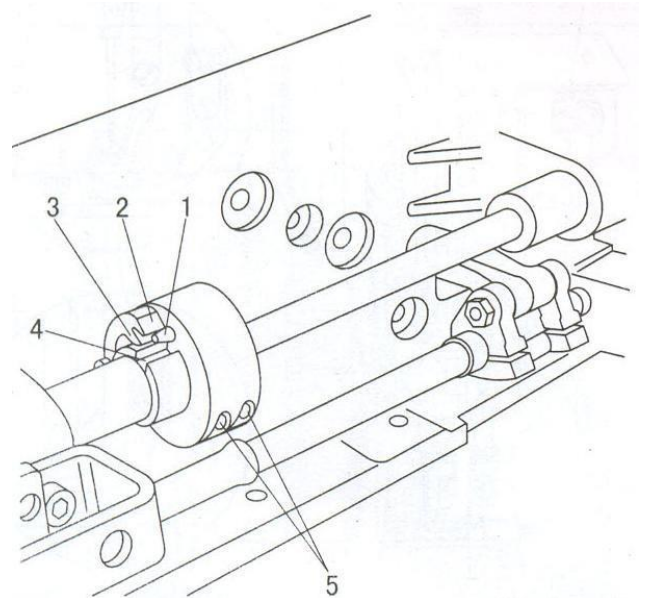

Рис. 22
22. Предохранительная муфта (Рис. 22)